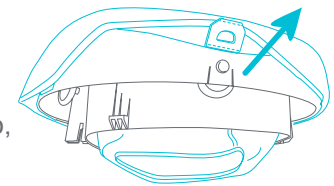

Fig. 14a
- 14 • Para extraer la tela del asiento para acondicionarlo, retire todas las hebillas de la lengüeta en la base del asiento (Fig. 14a).